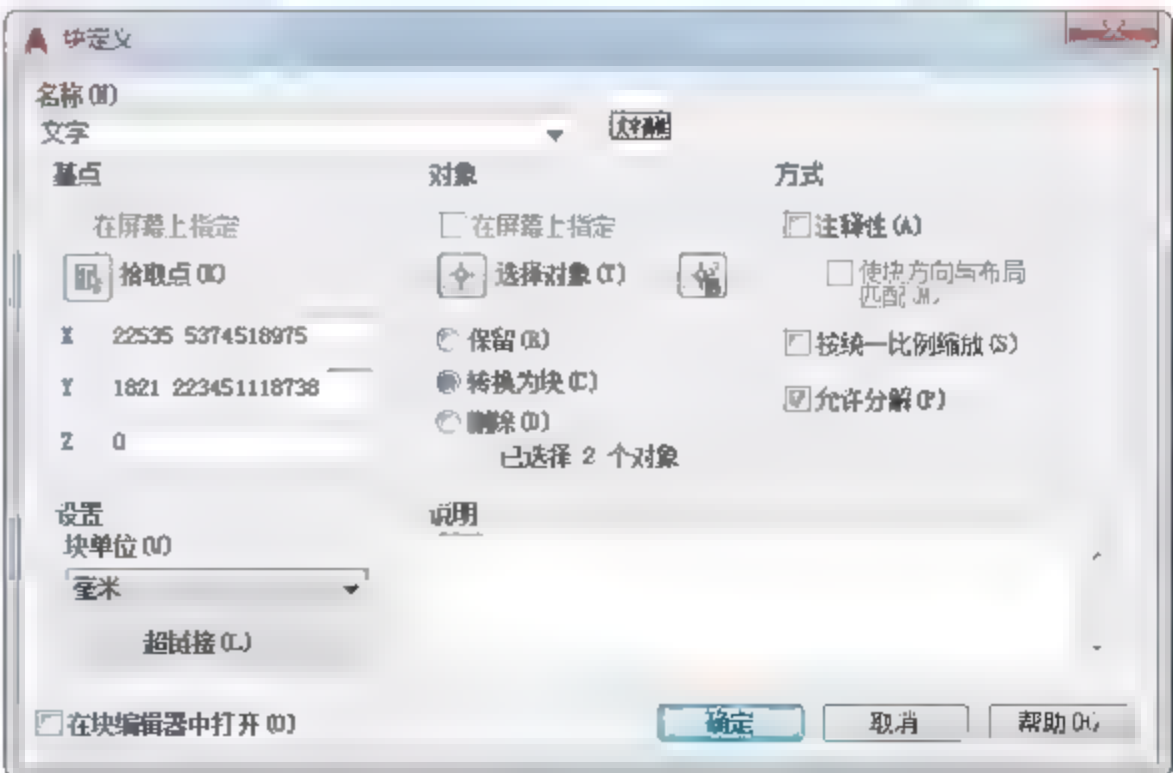

图7-31 设置块名称
- 04 在命令行中输入B【创建块】命令，弹出【块定义】对话框。在【名称】下拉列表框中输入【文字】，单击【选择对象】按钮，选择整个图形。单击【拾取点】按钮，拾取图形的左下角点作为基点，如图7-31所示。